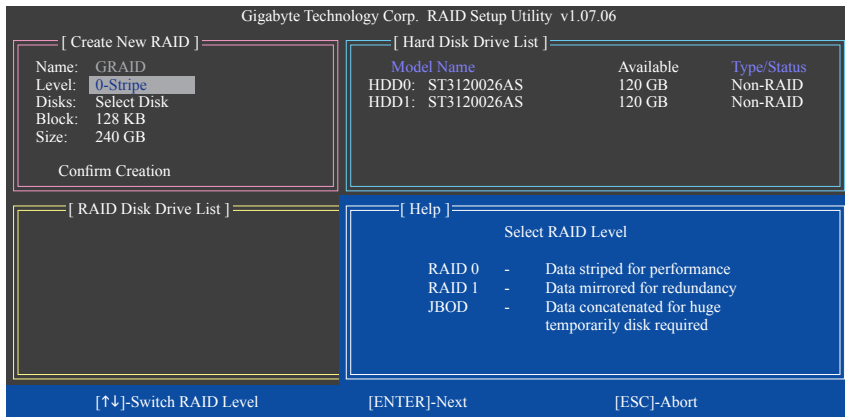

図 5
Create New RAID ブロックに、アレイを作成するために設定する必要がある項目がすべて表示されます(図5)。
2. Select RAID Mode: Level 項目の下で、上または下矢印キーを使用して RAID 0 (ストライプ)、RAID 1 (ミラー)、JBOD (図5) を選択します。<Enter> を押して、次のステップに進みます。